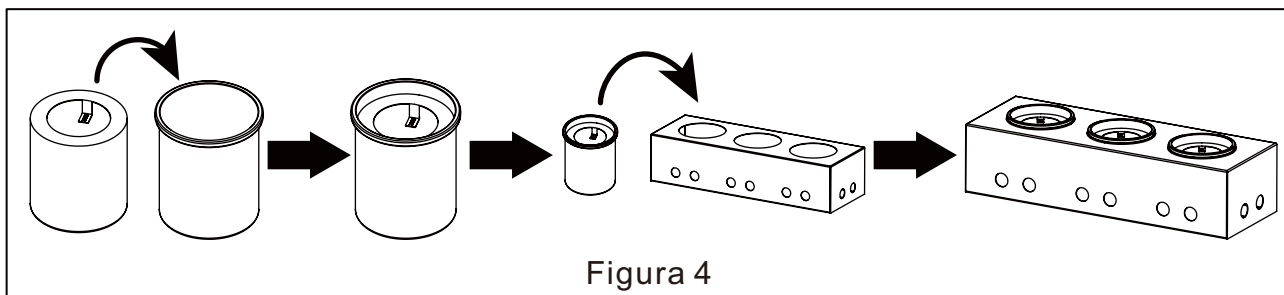

Figura 4
(1). Coloque con cuidado el recipiente del quemador en el cuerpo de la cuba del fuego, de modo que el recipiente del quemador quede nivelado (véase la figura 4). El recipiente para el fuego tiene capacidad para tres quemadores a la vez.